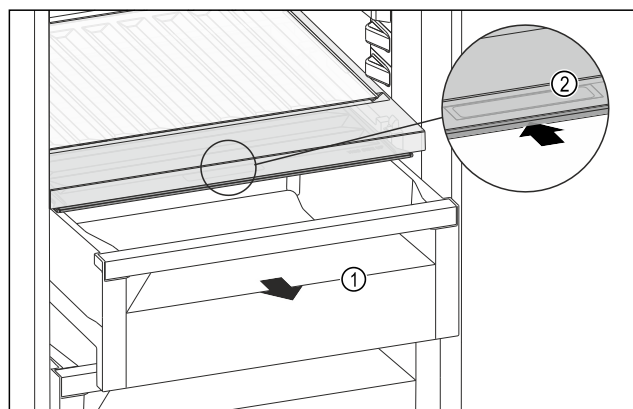

Fig. 173
- ▶ Træk skuffen Fig. 173 (1) ud.
- ▶ Tag fat i grebsforsænkningen Fig. 173 (2) i bokslåget, og skub samtidigt bokslåget tilbage.